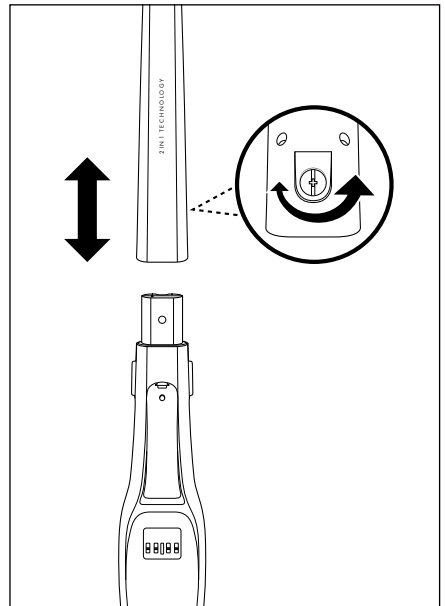

Abb. 1
- 2) Stecken Sie den Stiel **10** auf die Stielhalterung am Gerät. Schieben Sie den Stiel **10** ganz auf die Stielhalterung, bis er fest auf dem Gerät sitzt. (Abb. 1).
- 3) Stecken Sie die Schraube **11** wieder in die Schrauböffnung hinten am Stiel **10**. Ziehen Sie die Schraube **11** mit einem Schraubenzieher im Uhrzeigersinn fest (Abb. 1).